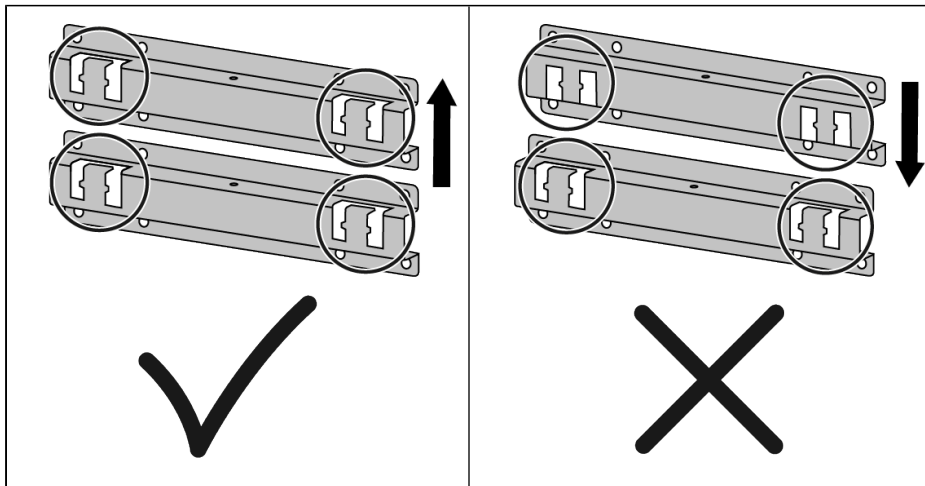
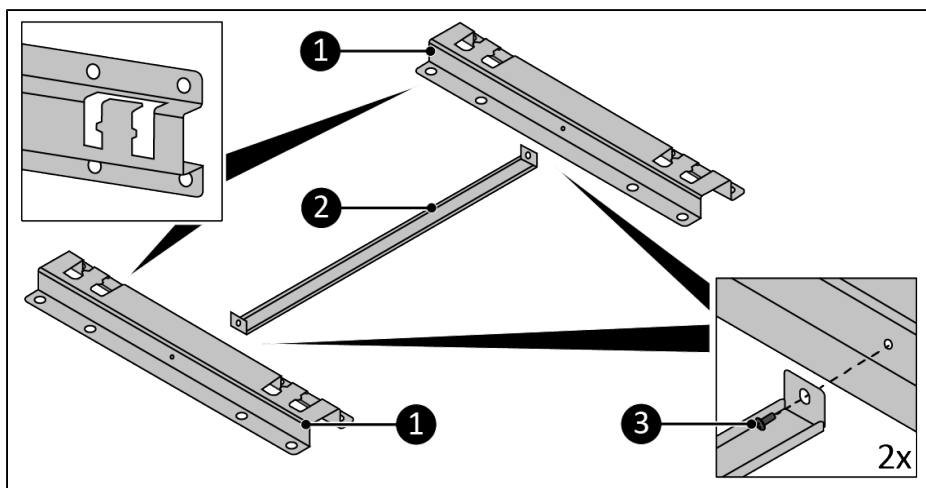

Figure 72.
Figure 73.
Assurez-vous que les ouvertures des supports sont orientées vers le haut, voir Figure 72 et Figure 73 pour référence.
1. Montez l'entretoise (Figure 73, pos. 2) sur les supports (Figure 73, pos. 1) avec les 2 vis M4 de 12 mm (Figure 73, pos. 3).